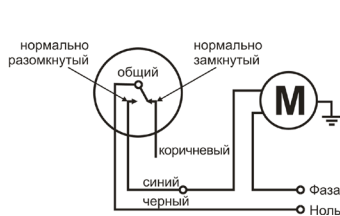

Рис. 2
- 2.1. Подключите синий провод поплавкового выключателя к электронасосу, а черный – к нулю, как показано на рис. 2.